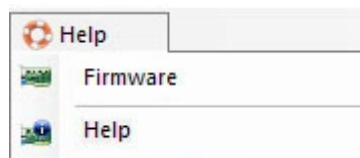

Imagen 10. Menú “Ayuda”
3. El menú “**Ayuda**” (Imagen 10) le permite: